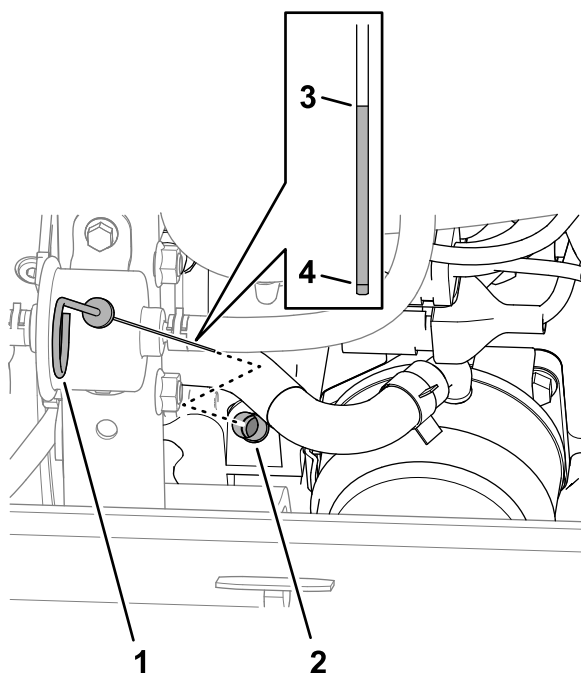

Figura 123
3. Îndepărtați joja din tubul jojei (Figura 123) i tergeți-o cu o lavetă curată.